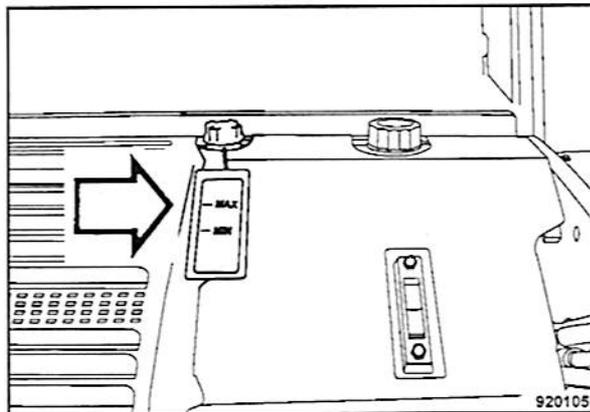

Fig. 183
- Esperar hasta el motor se haya enfriado y volver a comprobar el nivel del líquido refrigerante (Fig. 183). Completar el nivel, si fuese necesario.